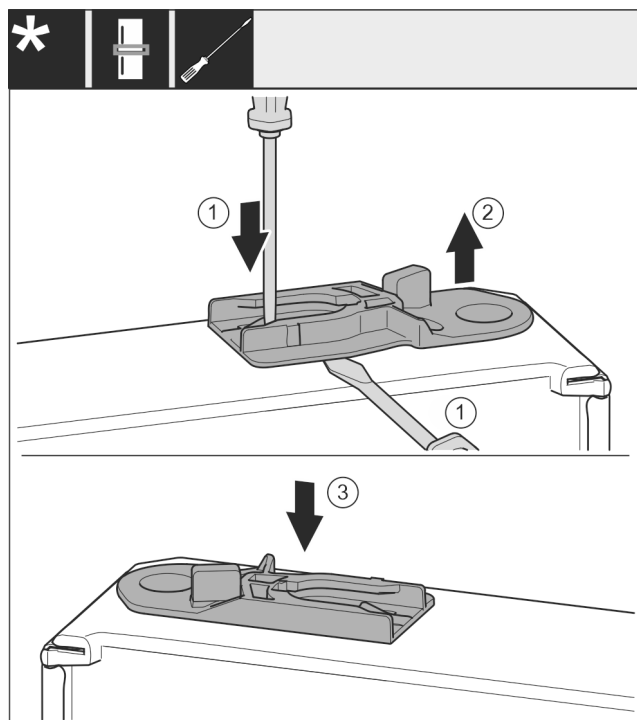

Fig. 38
- Vytáhněte vodící pouzdro: Stiskněte lamelu plochým šroubovákem a současně jím zajeďte pod vodící pouzdro. Fig. 38 (1, 2)
- Vodící pouzdro, které je součástí rozsahu dodávky nasuňte na druhé straně skříně. Fig. 38 (3)